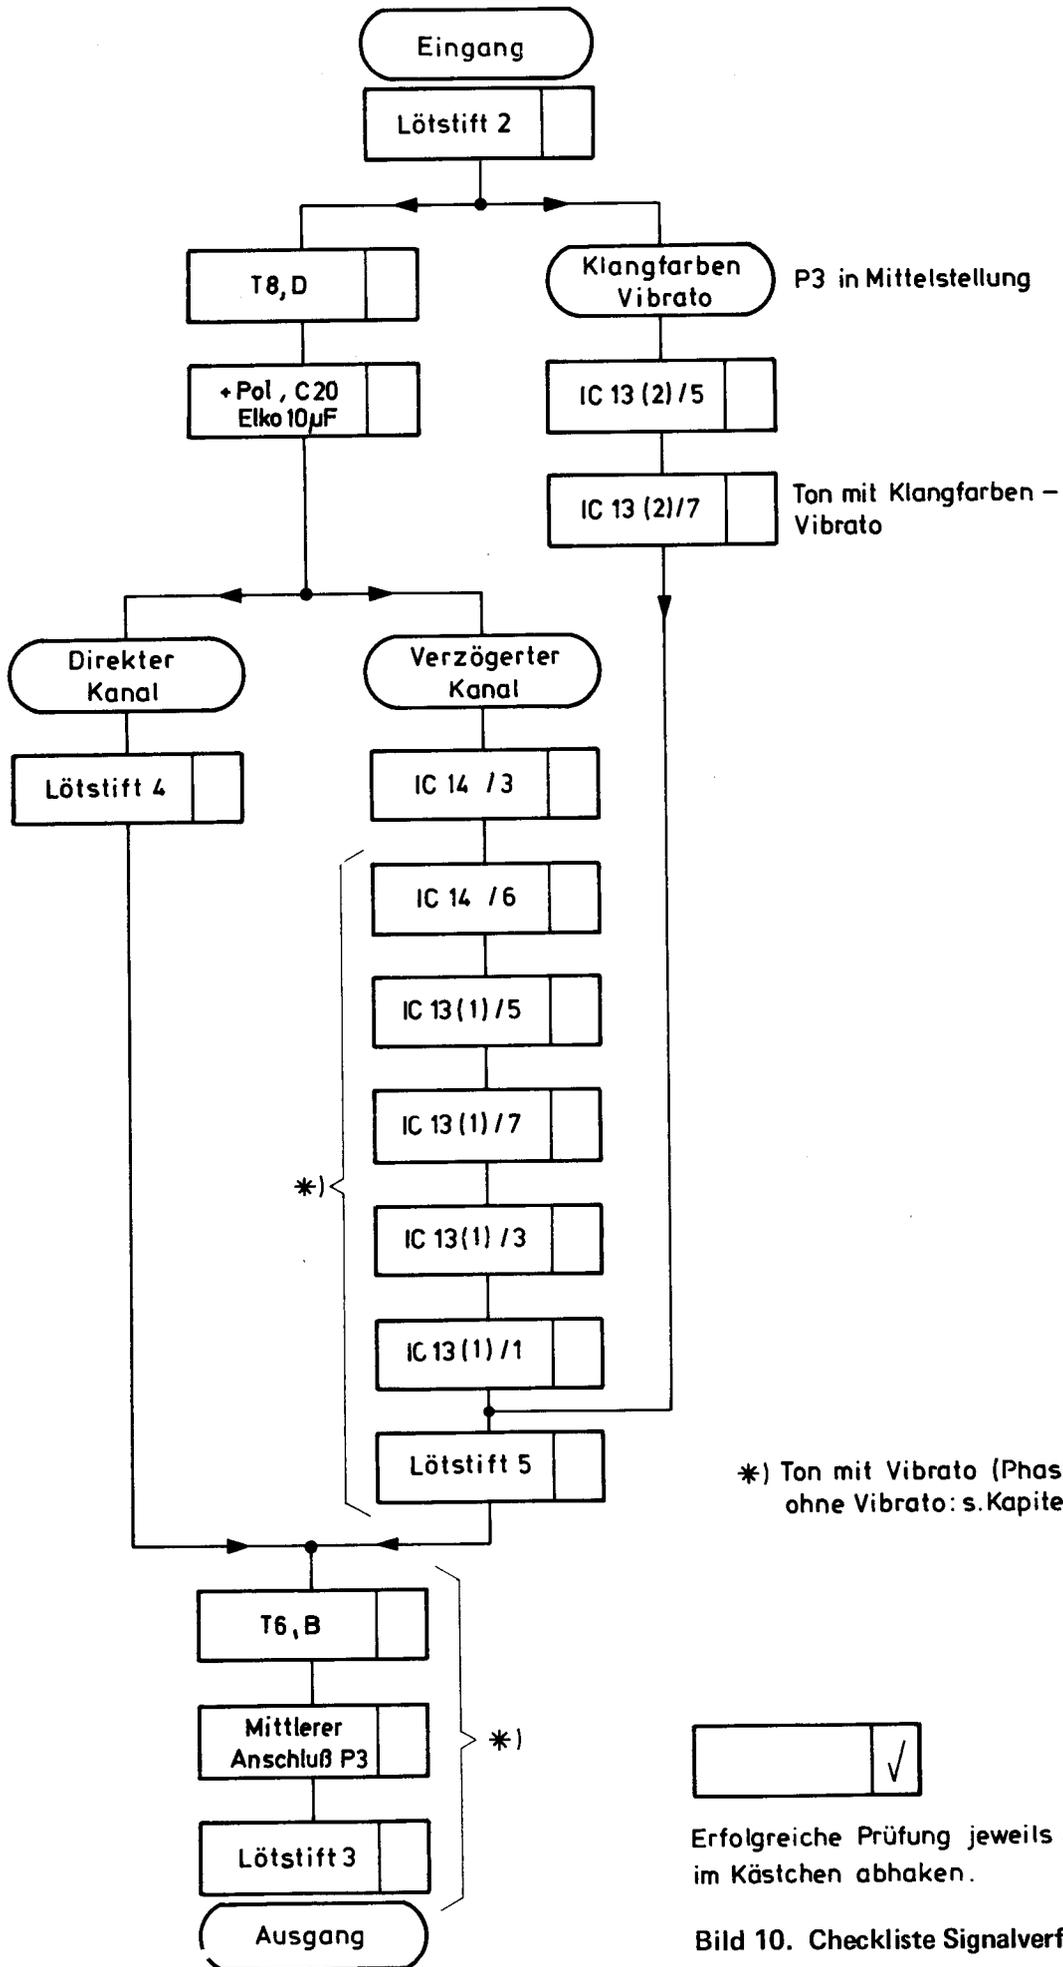
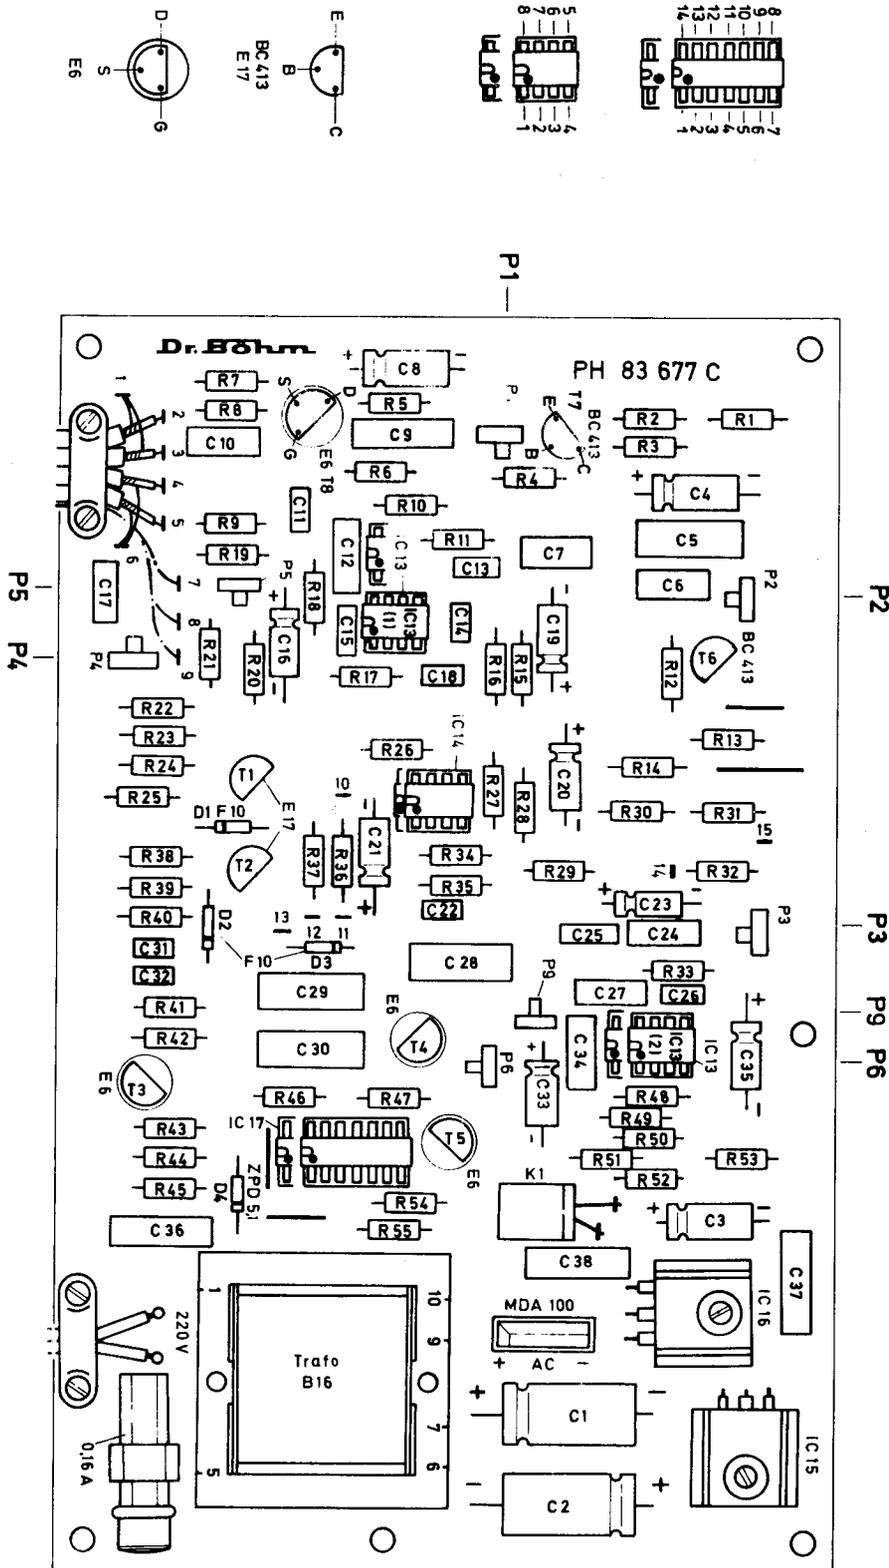

Bild 10. Checkliste Signalverfolgung
Bild 11. Positionenplan
7.4.2. Die Töne können nun, auf der Platine am Eingang beginnend, den einzelnen Stufen folgend, bis zum Ausgang abgehört werden. Im Bild 10 ist die Reihenfolge der Meßpunkte (siehe auch Blockschaltbild 1) genau angegeben. Die einzelnen Meßpositionen sind Bild 11 zu entnehmen.